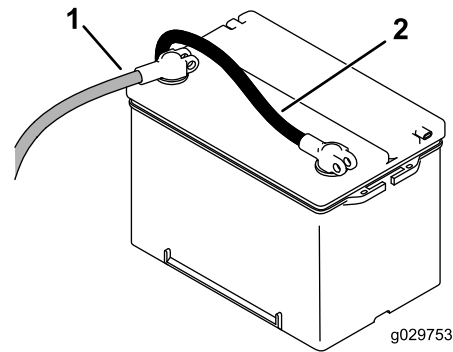

Figure 53
- Pour mettre la machine hors tension, tournez le coupe-batterie dans le sens antihoraire à la position HORS TENSION (Figure 53).
5. Raccordez le câble positif (rouge) de la batterie à la borne positive (+) et le câble négatif (noir) à la borne négative (-) (Figure 53).